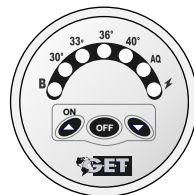

Figura 08
- A figura 08 ilustra o painel acionador. Observe que temos uma seta à esquerda, apontando para cima e outra à direita, apontando para baixo, um botão OFF e led's indicadores.